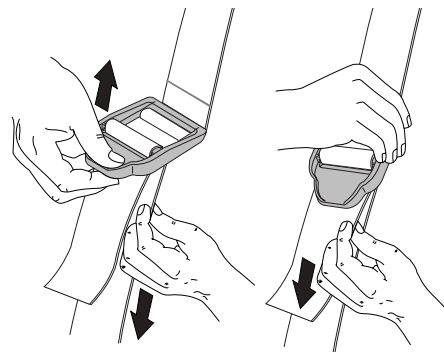

Fig. 8
4. Réglez la longueur en fonction de la taille de l'opérateur. Tirez la languette pour rallonger ou tirez la bande pour raccourcir (Fig. 8).